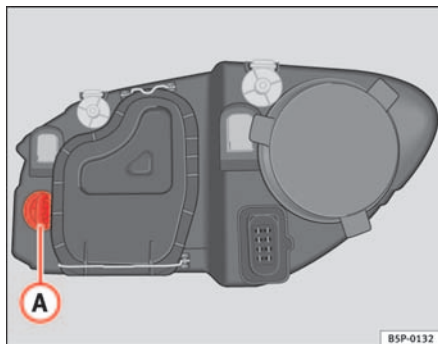

Abb. 180 Glühlampe für Blinker
- Die Fassung ⇒ Abb. 180 (A) nach links drehen und ziehen.